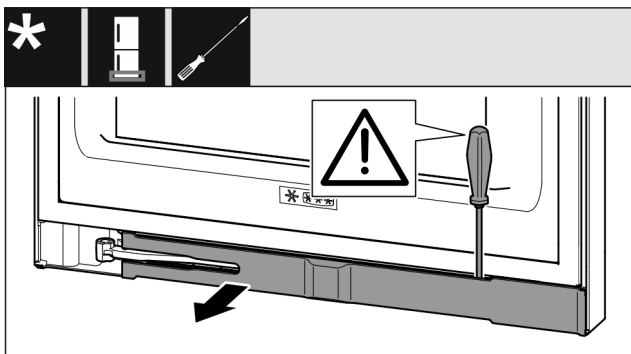

Fig. 13
- Pattintsa ki a takarólemezt lapos csavarhúzóval, és fordítsa oldalra Fig. 13 ().